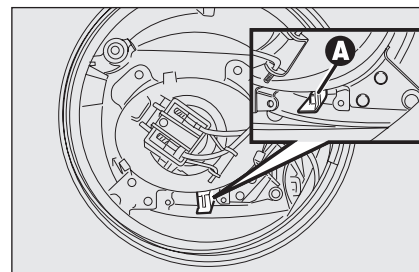

fig. 84
- ☐ déplacer latéralement le levier **A-fig. 84**.